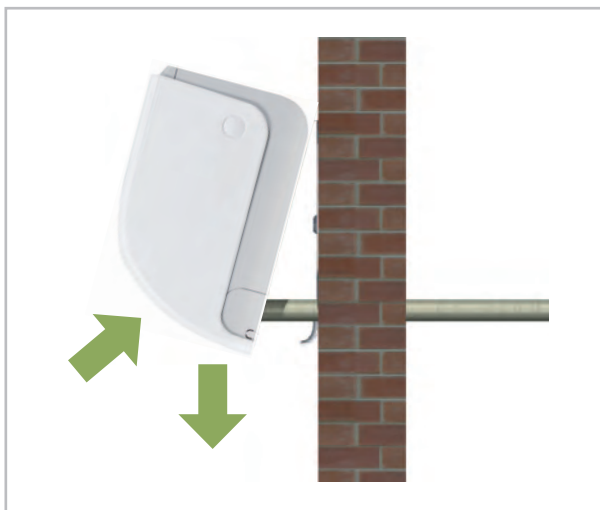

Abb. 35: Waagerechte Ausrichtung
5. ➤ Überprüfen Sie nochmals die waagerechte Ausrichtung des Gerätes. (Abb. 35)